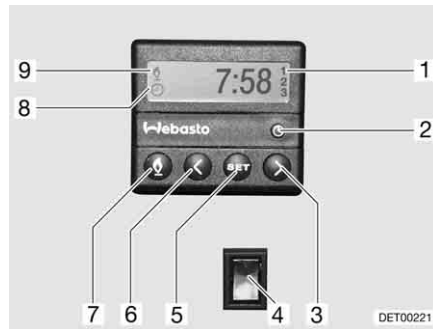

Fig. 112 Centralina di controllo per riscaldamento fisso
- Premere il tasto (Fig. 112,7). Il funzionamento del riscaldamento viene indicato con il simbolo (Fig. 112,9). La ventola viene inserita solo quando la temperatura dell'acqua di raffreddamento è pari a 30 °C.
- Premere il tasto (Fig. 112,7). Il simbolo (Fig. 112,9) si spegne.
- Premere l'interruttore (Fig. 112,4) in basso. Il motore viene preriscaldato. La ventola viene inserita immediatamente.
- Premere l'interruttore (Fig. 112,4) in alto. Il motore rimane freddo.
- Premere il tasto (Fig. 112,2). L'impostazione dell'ora viene indicata con il simbolo (Fig. 112,8).
- Impostare l'ora con i tasti (Fig. 112,3 e 6).
- Premere il tasto (Fig. 112,5).
- Impostare l'orario di accensione con i tasti (Fig. 112,3 e 6) entro 10 secondi.
- Premere il tasto (Fig. 112,5) fino a che nel display (Fig. 112,1) non appare il numero di programmazione desiderato.